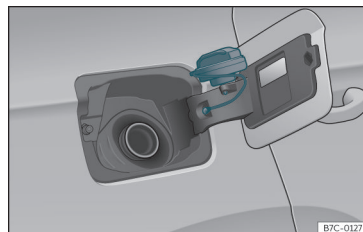

Fig. 210 Tapa del depósito con el tapón encajado.
- Colóquelo en el espacio que hay en la bisagra de la tapa abierta >>> **fig. 210**.